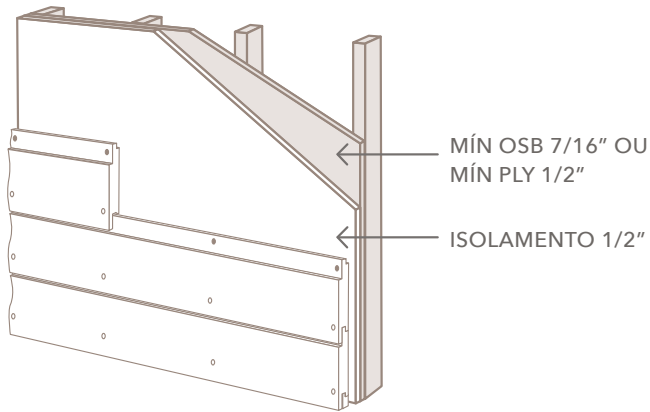

FIG. 2
- Isolamento contínuo de até 1/2", aplicado entre camadas de placas de OSB mín de 7/16" ou de plywood de 1/2". (Fig. 2)